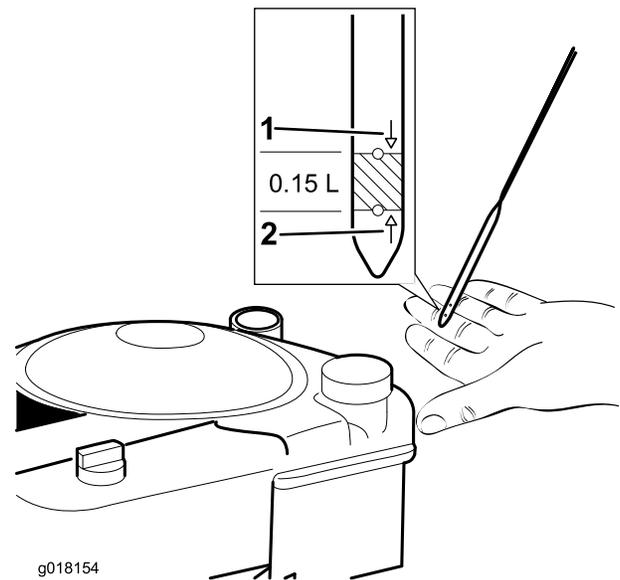

Figura 6
1. Retire la varilla (Figura 6).
2. Vierta aceite **lentamente** en el tubo de llenado de aceite, espere 3 minutos, y compruebe el nivel de aceite en la varilla limpiándola e insertándola a fondo en el tubo (Figura 6).
3. Llene el motor con aceite hasta que el nivel de aceite del motor llegue al nivel correcto de la varilla, según se muestra en Figura 6.